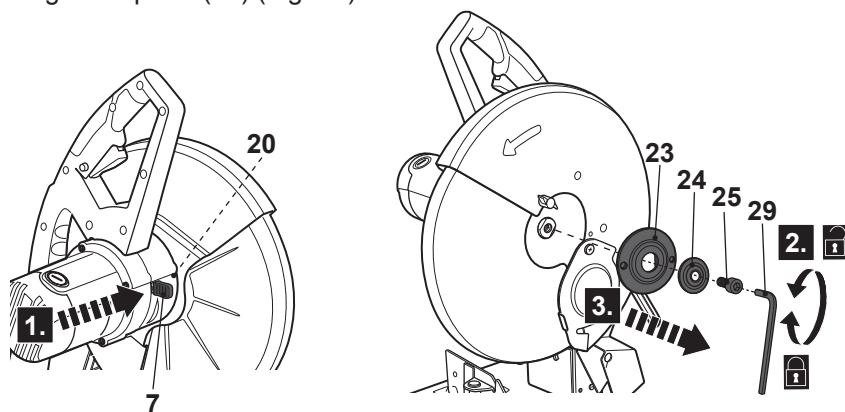

Fig. 12
- > Enquanto segura o botão de bloqueio do veio (7) em posição, solte o perno de bloqueio (25) com a chave sextavada (29) e retire-o junto com a arruela (24) e o flange de aperto (23) (Fig. 12)